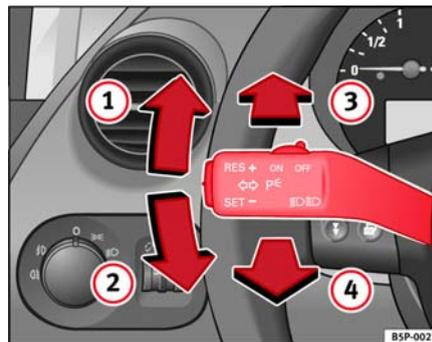

Fig. 79 Palanca de intermitentes y de luz de carretera
- Desplace la palanca hacia arriba hasta el tope ⇒ **página 116, fig. 79 ①** para encender el intermitente **derecho** o bien hacia abajo **②**, para encender el intermitente **izquierdo**.
- Desplace la palanca hacia adelante ⇒ **página 116, fig. 79 ③** para encender la luz de carretera.